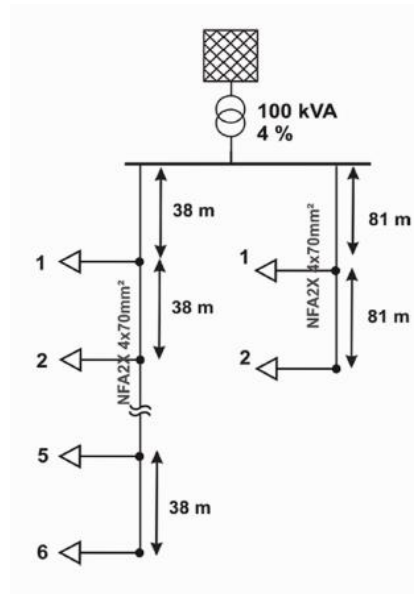

Figure 11 Kerber Landnetz Freileitung 2
- Kerber Landnetz Freileitung 2 (Figure 11)